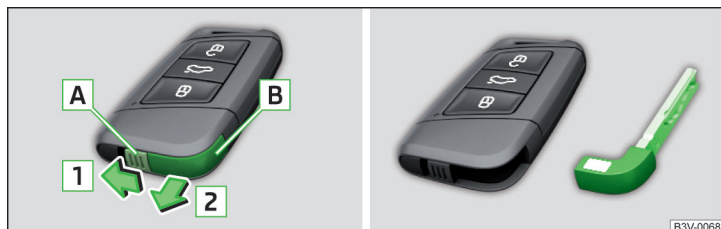

Fig. 31 Cheia KESSY
- > Deblocați elementul de fixare **A** în sensul săgeții **1** » fig. 31.